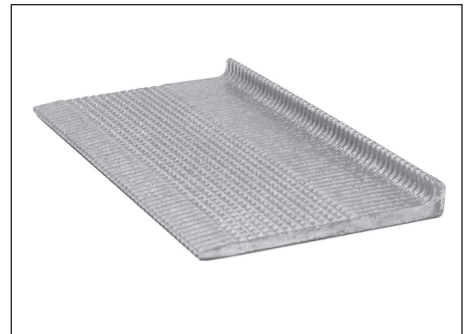

Figura 8 - Clavos en “L”
**CLAVOS EN “L”** — Un tipo de sujetador que se usa para ajustar pisos de madera dura machihembrados (Ver Figura 8).